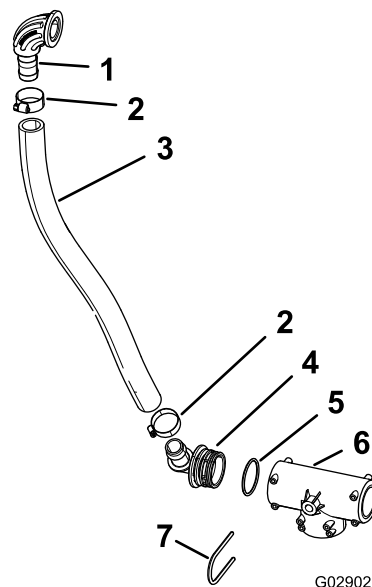

Figure 36
- Insérez le raccord coudé à bride que vous avez retiré à l'opération 3 de Débranchement du flexible d'entrée \(page 19\) dans le flexible d'entrée de 2,5 x 66 cm et fixez le raccord avec le collier que vous avez conservé (Figure 36)
- Insérez l'extrémité cannelée du raccord à 90° à emboîtement dans l'autre extrémité du flexible d'entrée et fixez-le avec un collier, comme montré à la Figure 36.
- Placez un joint torique dans la rainure du raccord à 90° à emboîtement (Figure 36)
- Insérez l'emboîtement du raccord à 90° à un bout du raccord en T supérieur (Figure 36) et fixez-le avec un étrier de retenue.